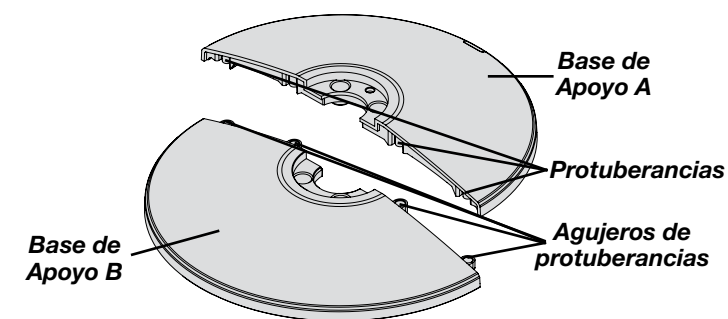
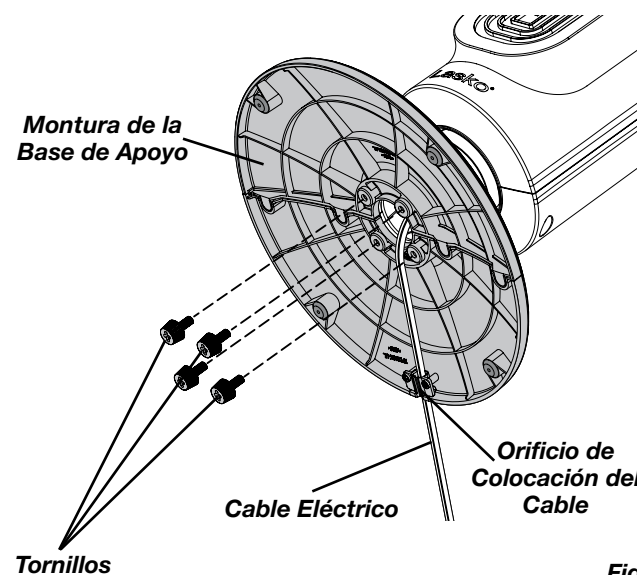

Figura 1
Figura 2
2. Ensamble las bases de apoyo al interconectar las protuberancias en la base de apoyo A en los agujeros de las protuberancias en la base de apoyo B. (Figura 1) Ensarte el cable eléctrico por el agujero grande en el centro de la montura de la base de apoyo. (Figura 2)
3. Alinee las lengüetas de alineación de la montura de la base de apoyo con las ranuras de alineación en la parte inferior del ventilador, y tome en cuenta que el canal del cable en la parte inferior de la base de apoyo debe estar hacia la parte de atrás del ventilador. (Figura 2)
4. Fije los (4) tornillos de mariposa en los cuatro agujeros en la parte inferior de la base. (Figura 2)
5. Fije la montura de la base de apoyo en la parte inferior del ventilador con los (4) tornillos de mariposa. Suavemente elimine cualquier sobrante del cable eléctrico y colóquelo en el orificio de colocación del cable. (Figura 2)